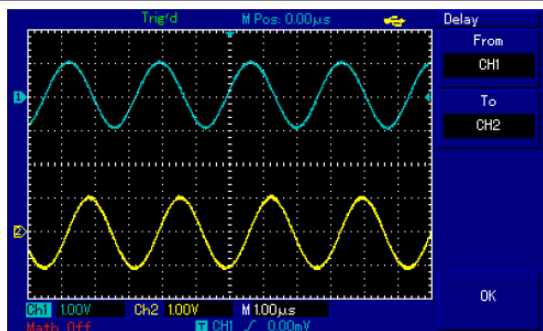

Рисунок 3-2. Задержка сигнала
2) Обратите внимание на изменения осциллограммы (см. Рисунок 3-2)